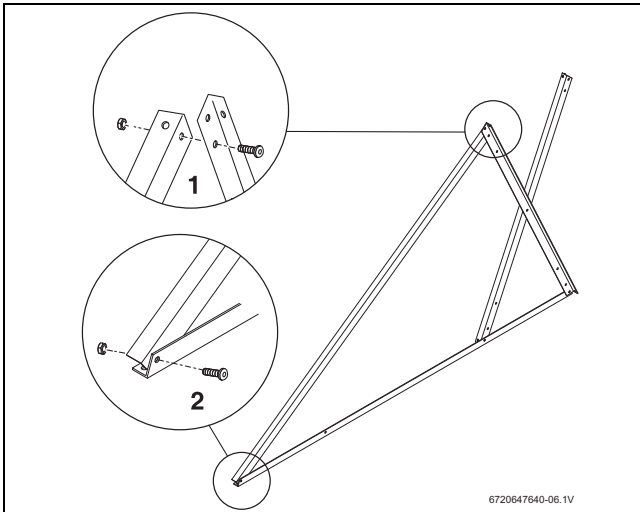

Fig. 19 Montar el perfil de soporte del colector
- ▶ Atornillar el perfil de soporte del colector por arriba al perfil de soporte del acumulador (Fig. 19, [1]) y por debajo [2].